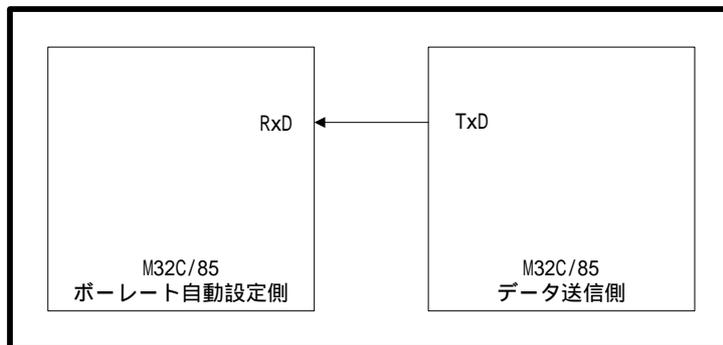

図 1 UART ボーレート自動設定の接続例
- (1) UART ボーレート自動設定の接続例を次の図 1 に示します。